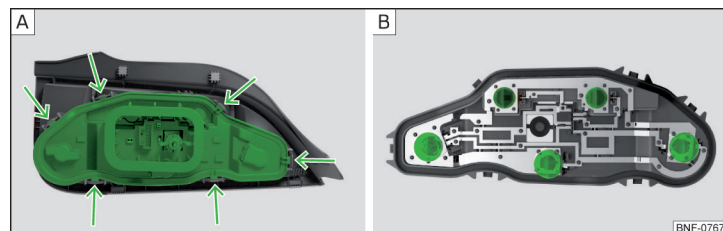

Fig. 180 Parte interior de la lámpara
- Presionar la lengüeta de fijación en el portalámparas » fig. 180 - **A** y retirar el soporte de la luz.
- Gire la bombilla respectiva hasta el tope **en sentido contrario** al de las agujas del reloj y extraígalas del soporte » fig. 180 - **B**.